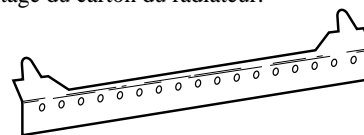

**Figure 12 - Installation de la vis de montage inférieure**
1. Repérez le trou de montage du bas. Il se trouve sur le panneau arrière du radiateur, près du bas (voir figure 12).
6. Faites passer la vis de la cheville inférieure par le panneau arrière et insérez-la dans la cheville inférieure ou le trou que vous venez de percer (voir figure 12).